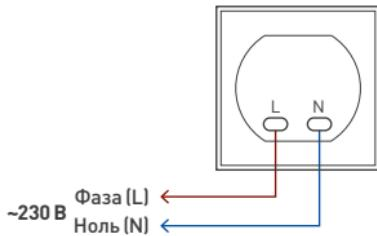

Рис. 1.
- 3.5. Подключите провода сетевого питания AC 230 В к контактам розетки в соответствии со схемой [рис. 1]: L [фаза] — коричневый, N [нейтраль] — синий.